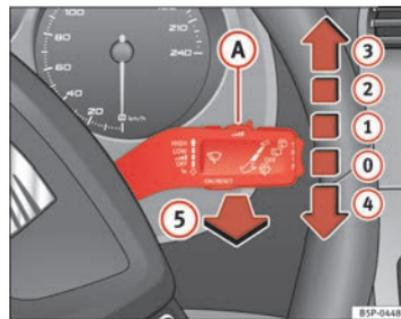

Abb. 84 Scheibenwischer- und Scheibenwaschhebel
Der Scheibenwischerhebel ⇒ Abb. 84 hat folgende Stellungen:
- Wenn bei eingeschalteter Wischerstufe \Rightarrow Seite 132, Abb. 84 ② oder ③ das Fahrzeug anhält, wird automatisch auf die nächste Stufe heruntergeschaltet. Fährt das Fahrzeug wieder an, wird erneut auf die eingestellte Wischerstufe hochgeschaltet.